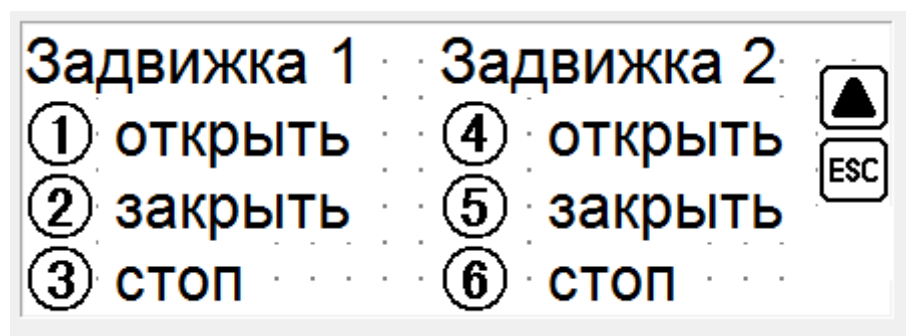

рис.17
3.17. Окно включения /выключения в «Ручном режиме» приводов задвижек на открытие, закрытие. Конечные положения приводов задвижек «подчеркиваются» зелеными индикаторами на передней панели шкафа управления. Для возврата назад нажимаем кнопку «ESC. См. рис.17.